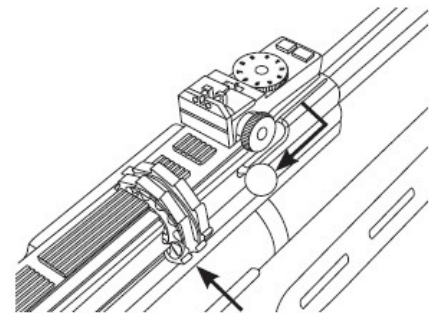

Fig. 10
4. Empurre para trás a trava de liberação do carregador e insira o carregador. (Fig.10). Se necessário rotacione o carregador no sentido anti-horário até que não seja mais possível rotacionar o carregador.